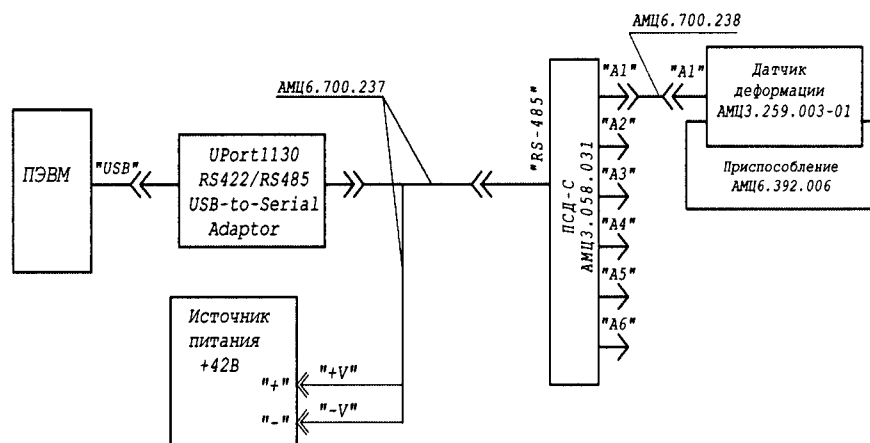

Рис. 20 - Схема подключения ПДИ к средствам измерения для определения приведенной погрешности измерительных каналов деформации, при НКУ (20 ± 5) °С
4.5.3 Включить источник питания постоянного тока схемы (рис.20).
4.5.23 Выключить источник питания постоянного тока схемы (рис.20), отключить кабель АМЦ6.700.238 от ПСД-С и ДД, снять ДД с приспособления АМЦ6.392.006.